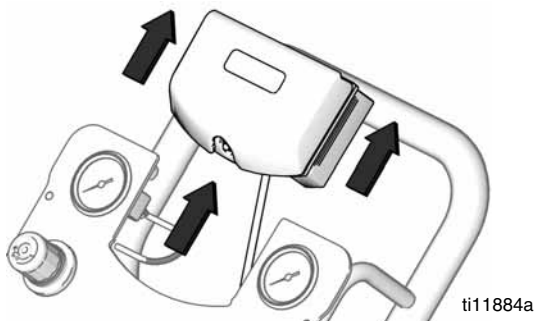

Рис. 12. Удалите DataTrak
3. Удалите DataTrak модуль со скобы. Смотрите Рис. 12. Установите модуль и приложенный кабель в неопасном помещении.